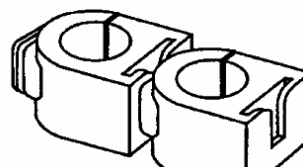

图 7 – 两个电极支架
5. 将第二个电极的支架的凹槽插进第一个电极的凹槽，直到支架上方被固定好。参见图 7。